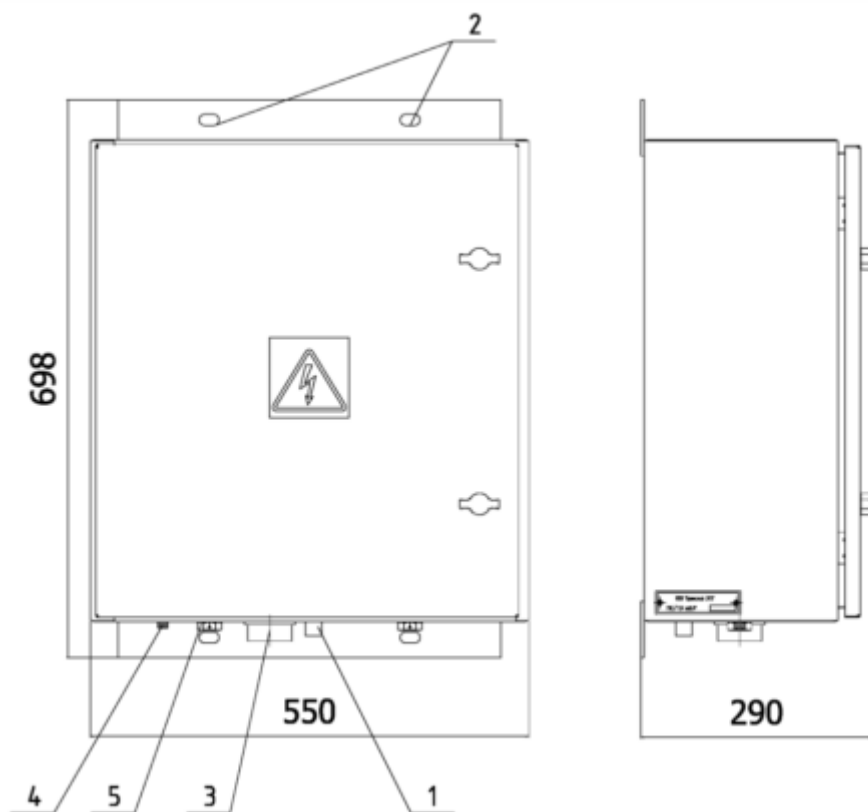

Рисунок 15
2.1.5. Внимание! При подъеме и установке высоковольтного модуля на монтажные конструкции запрещается использовать высоковольтные вводы. Это может привести к повреждениям высоковольтного модуля. Используйте специальные монтажные рымы (рис.4, рис. 15).
- Произвести соединение корпуса ШУ с заземляющим устройством. Заземляющий провод присоединяется к бобышке на корпусе ШУ (поз.1, рис. 15) с помощью болта М10.